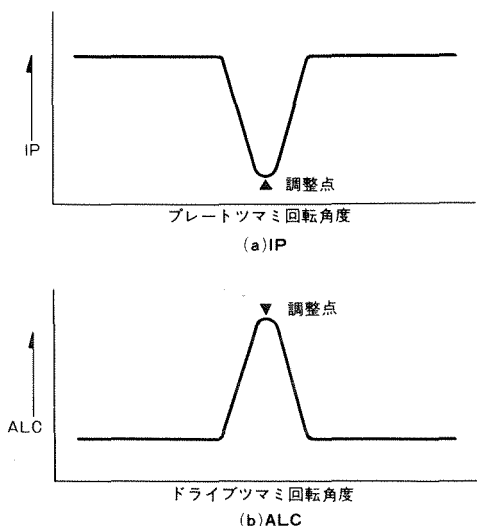

図5 プレートとドライブ同調
①スタンバイスイッチをRECからSENDにします。この時プレート電流(IP)がS、Dタイプの場合は60mA、V、Xタイプの場合は30mA流れていることを確認し、ずれている場合は後面パネルのBIASツマミを回して正しく調整してください。
②スタンバイスイッチを一度RECに戻し、MODEスイッチをTUNに、METERスイッチをALCに合わせた後に、再びスタンバイスイッチをSEND側にたおします。ここでDRIVEつまみを回しALCメーターの振れが最大になるように調整します(図5参照)。
METERスイッチをIPに切り替え、PLATEツマミを回してプレート電流が最小になるように調整し、スタンバイスイッチをRECに戻します(図5参照)。